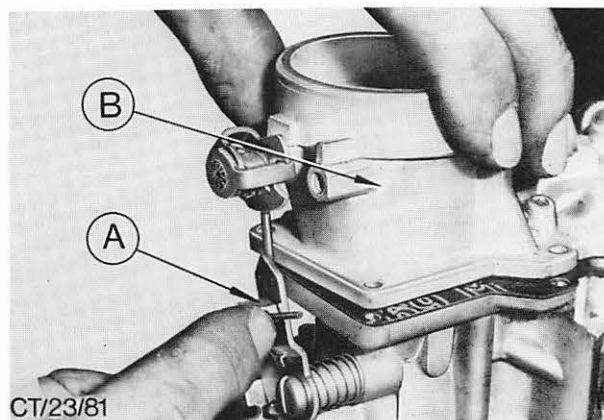

Abb. 53 Beim Aufsetzen des Vergaserdeckels B Exzenterhebel A in Stellung „geschlossene Starterklappe“ halten.
12. Starterklappengestänge einhängen und Vergaserdeckel anschrauben. Bei Vergasern mit handbetätigter Startvorrichtung Exzenterhebel in Stellung „geschlossene Starterklappe“ halten, wenn der Vergaserdeckel aufgesetzt wird, damit der Hebel nicht nach unten wegklappt. Abb. 53.